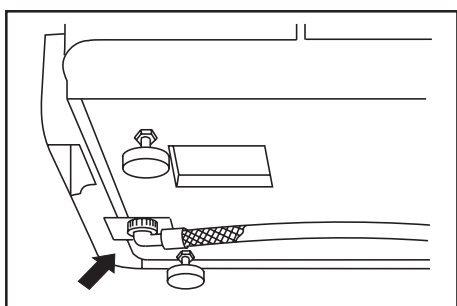

Fig. 3
- Relier la machine à une conduite d'eau potable ayant une pression entre 1,8 et 8 Atm. Pour cela se servir du tube en dotation et le visser au manchon placé sous le plan inférieur de la machine (fig.3).